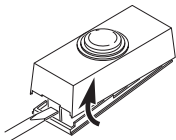
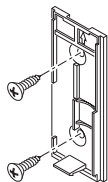

Figure 1
Figure 5
1. **Installation de la pile alcaline 12 V de type A23 pour bouton-poussoir (Compris).** Ôtez la partie arrière du boîtier en enfonçant la patte du bas au moyen d'un petit tournevis (voir la Figure 1). Voir la bonne orientation de la pile sur le schéma à l'intérieur de l'unité de bouton-poussoir. *Note* : Si les piles sont déjà en place, retirez la languette orange.
- **Au moyen de vis :** Pour faire l'installation avec les vis, enlevez le dos du boîtier en poussant sur les agrafes de la base avec un tournevis (voir la Figure 1). Fixez le dos du boîtier au chambranle ou au mur (voir la Figure 5). Enclenchez la partie avant de l'unité de bouton-poussoir en place.